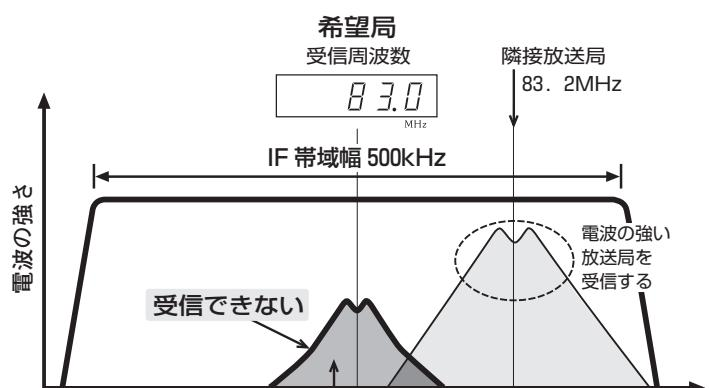

図4 IF 帯域幅 500kHz
②電波の強い隣接放送局と 《可変IF帯域フィルター》の効果
83.0MHzの放送局に受信周波数を合わせて受信するとき隣接した周波数に電波の強い放送局がある例を図4に示します。《可変IF帯域フィルター》は標準で帯域幅500kHzのとき、隣接放送局83.2MHzも受信帯域に入ってしまいます。FM受信は複数の電波がある場合、強い方を受信する特性(FMのキャプチャ効果)がありますから隣接放送局を受信することになります。本来受信したい83.0MHzの放送電波は隣接放送局とは相関性のないノイズになることがあります。*